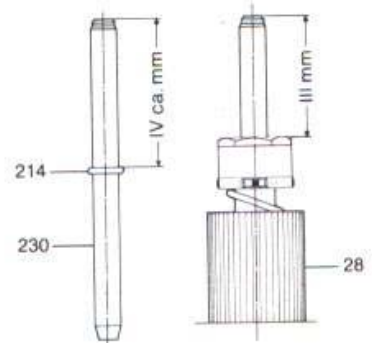

Fig. 2
Roztwór gliceryny wlewamy do cylindra (27), stempel z uprzednio nasadzonymi uszczelkami zamontować powtórnie. Należy pamiętać że stempel przy dokręceniu mosiężnej nakrętki mocującej (211) uniesie się kilka mm. do góry. Jest to ważne przy dokładnej regulacji wysokości stempla. Na rys. 2 w I rzędzie odczytujemy rodzaj termostatu. Rząd II i III podają wartość w °C oraz wysokość stempla ponad nakrętkę mocującą (211) przy temperaturze 20 °C. Jeśli temperatura w pomieszczeniu jest różna od 20 °C, należy odczytać różnicę w rzędzie V i wysokość stempla skorygować. W rzędzie IV podana jest odległość między wierzchołkiem stempla a uszczelką (214).